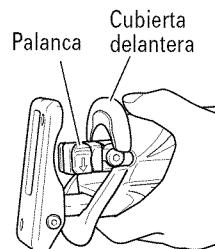

Fig. 2
- (1) Conecte y desconecte varias veces el gatillo interruptor de manera que la palanca pueda salir completamente de la cubierta delantera. Seguidamente, desconecte el interruptor y desenchufe el cable de alimentación. (Fig. 2)
- (1) Conecte y desconecte varias veces el gatillo interruptor de manera que la palanca pueda salir completamente de la cubierta delantera (Fig. 2). Seguidamente, desconecte el interruptor y desenchufe el cable de alimentación.
- No desmonte la cubierta delantera (consulte la Fig. 2).